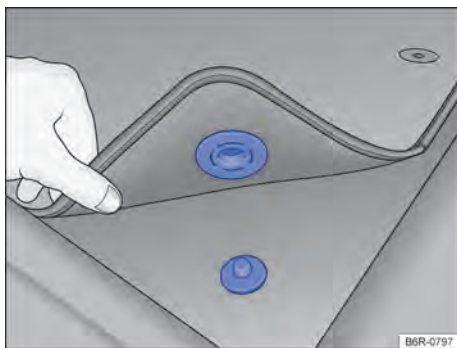

Fig. 21 Tapete dianteiro do lado do condutor com fixação no pino do carpete.
- ✓ Acomodar bem o tapete na área para os pés do lado do condutor de modo que não obstrua a área dos pedais. O tapete dianteiro do lado do condutor pode ter fixação no pino do carpete → Fig. 21.